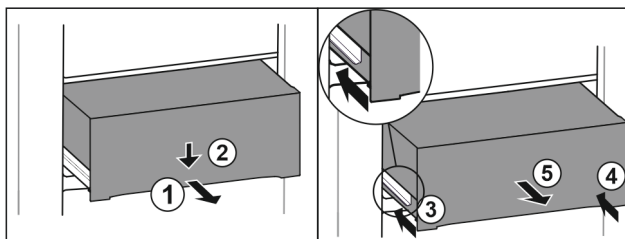

Fig. 72
- ▶ Изтеглете чекмеджето наполовина. Fig. 72 (1)
- ▶ Натиснете надолу чекмеджето от предната страна. Fig. 72 (2)
- ▶ Вкарайте лявата релса приблизително 2 см навътре. Fig. 72 (3)
- ▶ Вкарайте дясната релса приблизително 2 см навътре. Fig. 72 (4)
- ▶ Извадете чекмеджето напред. Fig. 72 (5)